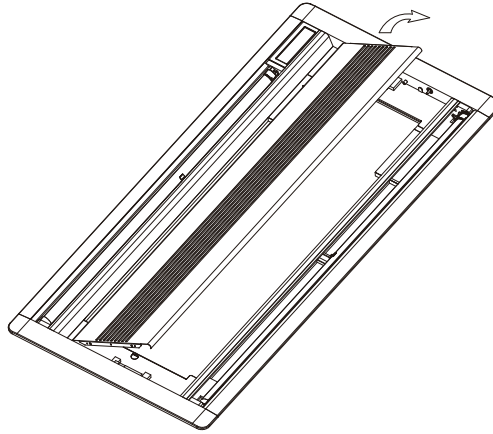

Figura 17
- Abra la rejilla de entrada de aire a unos 45° y luego abra el otro lado de la hebilla de suspensión como se muestra en la Figura 17.